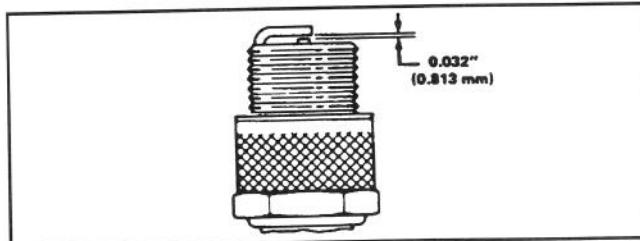

Figure 11
3. Réglez l'écartement des électrodes à 0,81 mm (0,032") (figure 11), puis installez la bougie et le joint. Serrez fermement la bougie (13,6 N·m, soit 10 pieds-livres).